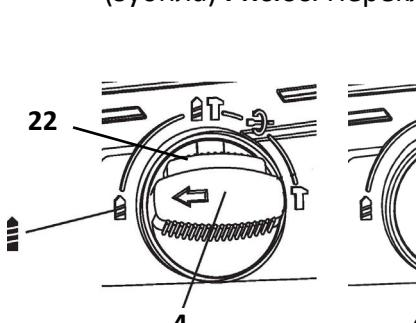

Рис.6
- сверление, (вращательный режим) Рис.6;
- сверление с ударом, (ударно-вращательный режим или перфорирование) Рис.6а;
- долбление, (ударный режим) Рис.6б;
- положение переключателя для регулировки положения (плоскость) долота (зубила) Рис.6с. Переключатель режимов не защелкивается в этом положении.
Рис.6а
Рис.6б
Рис.6с
Сверление. Рис.6.
- Установите переключатель режима работы (4) в положение, показанное на Рис.6. Данное положение переключателя (4) соответствует режиму работы перфоратора «сверление». Перед тем как установить переключатель (4) в выбранное положение нажмите на кнопку фиксации (22).
Сверление с ударом. Рис.6а.
- Установите переключатель режима работы **(4)** в положение, показанное на **Рис.6а**. Данное положение переключателя **(4)** соответствует режиму работы перфоратора «сверление с ударом».
Долбление. Рис.6б.
- Установите переключатель режима работы **(4)** в положение, показанное на **Рис.6б**. Данное положение переключателя **(4)** соответствует режиму работы перфоратора «долбление».
Регулировка положения (плоскость) долота. Рис.6с.